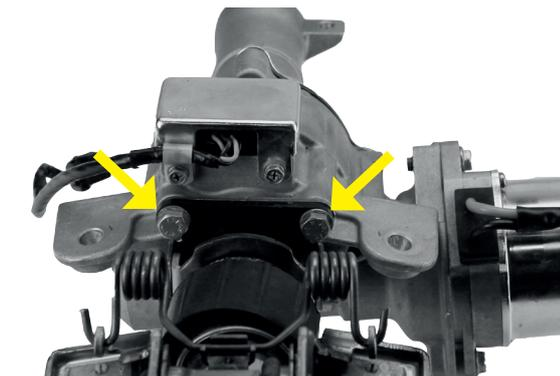

Fig.2
2. Rimuovere le quattro viti di fissaggio del piantone (Fig.2 e Fig.3)